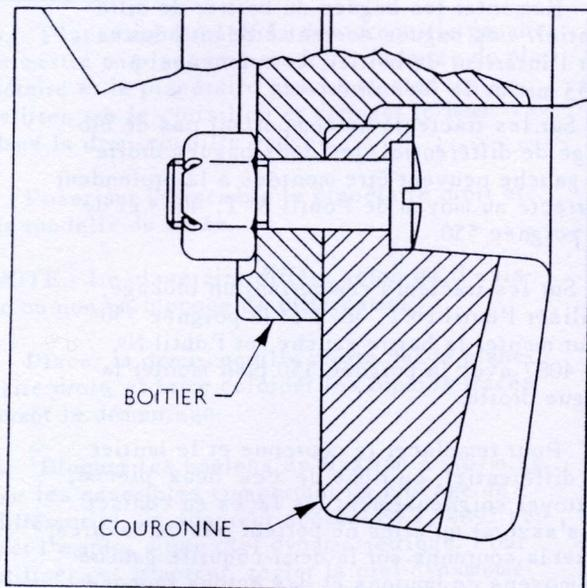

Fig. 19
2. Pour remplacer la couronne et le boîtier de différentiel, ou l'une de ces deux pièces, nettoyer soigneusement les faces en contact et s'assurer qu'elles ne portent pas de bavures; Fixer la couronne sur la demi-coquille gauche au moyens de boulons et des écrous indesserrables spéciaux, de la manière représentée fig.19. On remarquera que les têtes fendues des boulons se logent dans les lamages usinés dans la face dentée de la couronne. Bloquer les écrous auto-serreurs à 6,9-8,3m.kg.